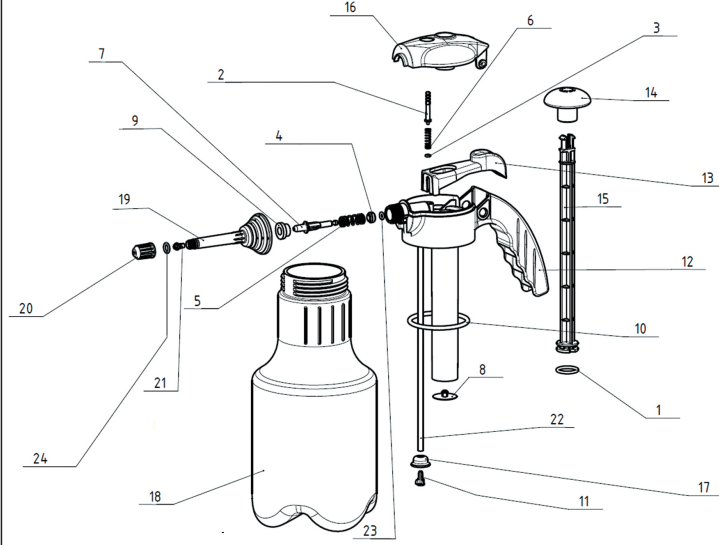

Рисунок 1
За ручку насоса (14, см. рис.1) накачайте необходимое для работы давление. Проверьте, достаточное ли давление достигнуто, путем нажатия клавиши (13): факел распыления раствора должен хорошо просматриваться. Излишнее давление создавать нет необходимости. В начале работы настройте рассеивающую гайку (20). Вращая ее вокруг своей оси, выберите тип факела: от мелкодисперсного тумана до направленной струи.